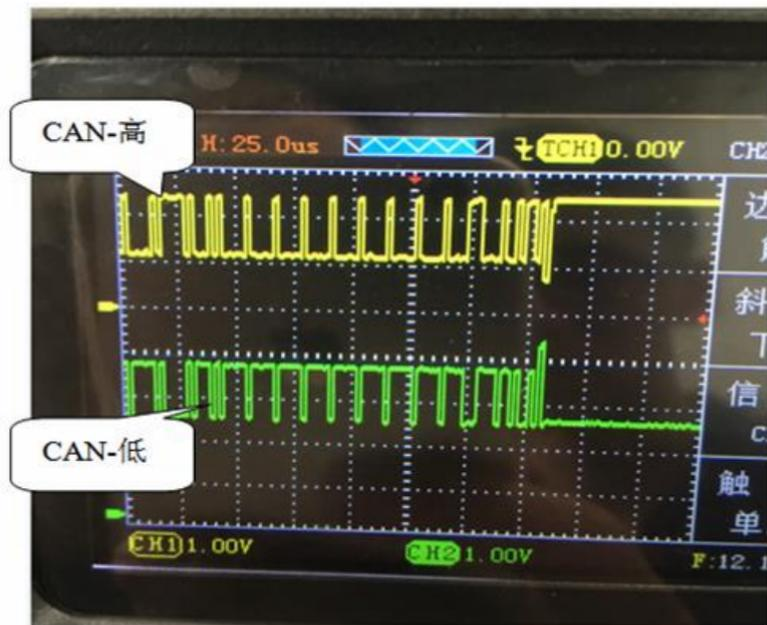

图 14 CAN-高、CAN-低
- ③将俩根探头接到示波器 CH1、CH2 且探头都调置 1X 档，然后接地夹接到信号地或搭铁
- ④由于示波器“CAN-高、CAN-低”功能已默认好设置（CH1、CH2 探头档 1X，时基档 25us），只需将探头接到对应的信号即可直观的显示波形，如图 14
- ⑤按下“CH1”和“CH2”，可以查看各项数值和配置（配置已默认）
- ⑥显示的波形可以自行通过调节时基、垂直伏/格和触发方式实现自己的需求（时基、垂直伏/格和其他的具体操作方法请参考通用示波器操作）